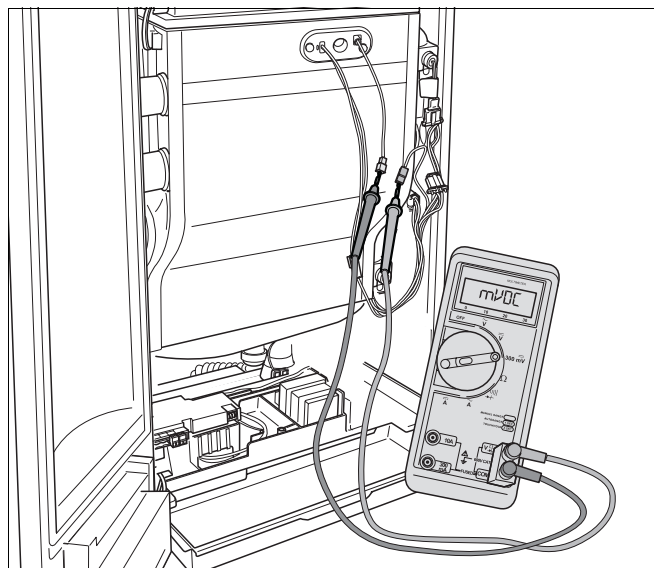

Рис. 91 Измерение тока ионизации
- Подключить измерительный прибор в разрыв кабеля последовательно (рис. 91). Выбрать на измерительном приборе диапазон постоянного тока μA . Разрешение измерительного прибора должно быть не менее $1 \mu\text{A}$.